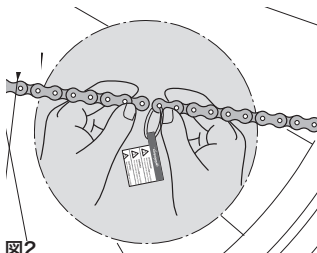

図2
**警告!** 次にあるすべての作業を行い、プラスチック・バンドと“WARNING” ラベルが付いたリンクと反対側の余分なリンクを切断し、取り除きます（図2）。